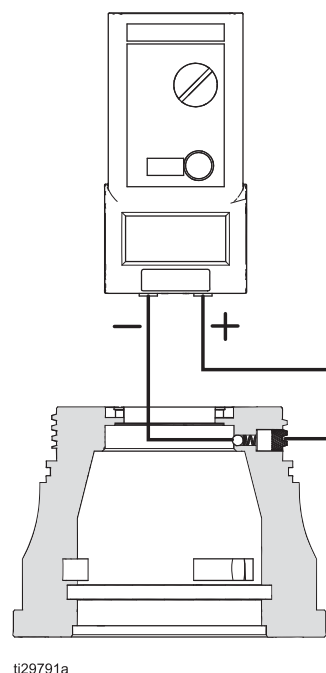

FIG. 23 Resistenza del corpo anteriore
3. Se la resistenza è inferiore a 0,1 megohm, rimontare e ripetere il test dell'atomizzatore completo. Assicurarsi che i contatti a molla siano puliti e tocchino le superfici corrispondenti. Fare riferimento a FIG. 23.